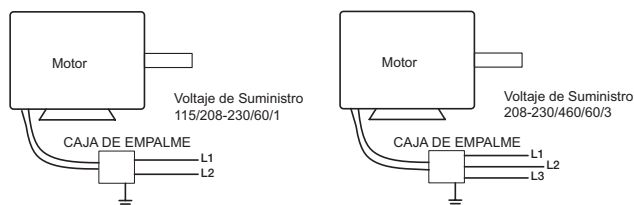

Figura 10
2. Conecte el motor en el voltaje deseado según el diagrama de cableado del motor. Consulte la Figura 10 para conocer el diagrama de cableado de conexión.